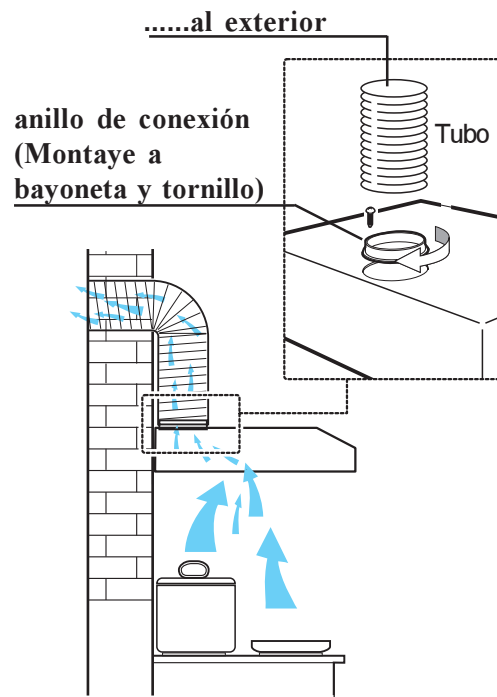

Fig. 1 - Funcionamiento extractor
- El aire se extrae **al exterior** mediante un tubo conectado al **anillo de conexión** . Fig. 1.